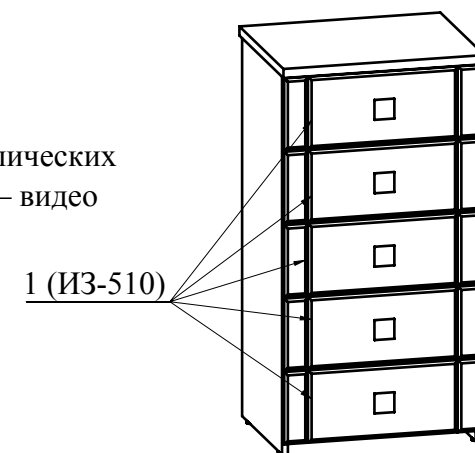

Рис.11
- Вставьте заглушки минификсов и конфирматов. Установите ящики в корпус комода (Рис. 11).